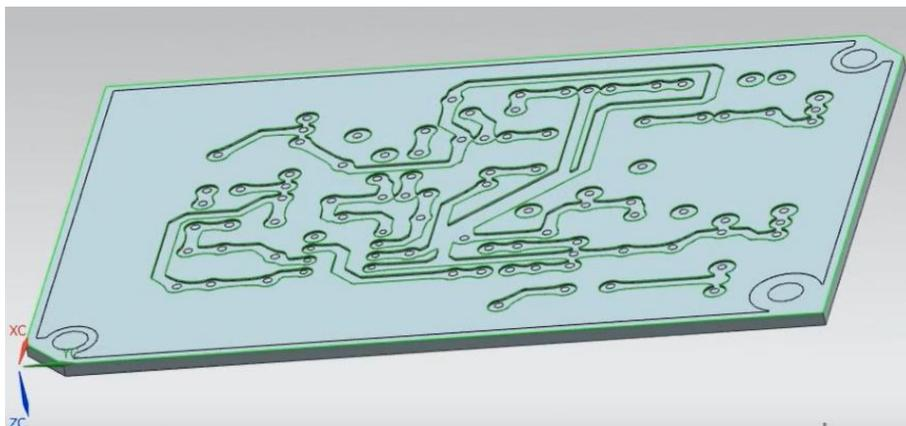

Figura 4.5 Extrude
- Girar la forma para que sean visibles las geometrías que están en la parte de abajo, y después, seleccionar cada una de ellas para realizar nuevamente un **Extrude (Subtract)** de 0.25 mm(ancho de la capa del polímero) dirección -ZC (Figura 4.5).